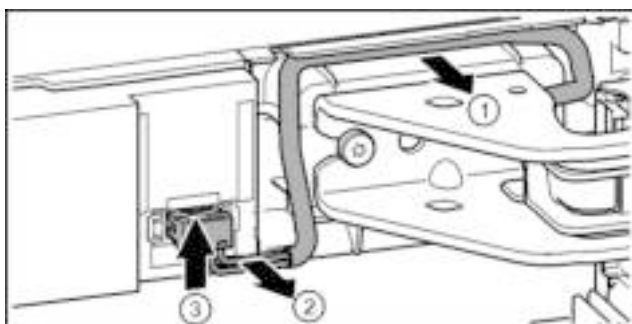

Fig. 18
- ▶ Kabel via de lagerbus voorzichtig uit de geleiding losmaken. *Fig. 18 (1)*
- ▶ Kabeldraad voorzichtig uit de schacht trekken. *Fig. 18 (2)*
- ▶ Las naar boven duwen en stekker voorzichtig eruit trekken. *Fig. 18 (3)*